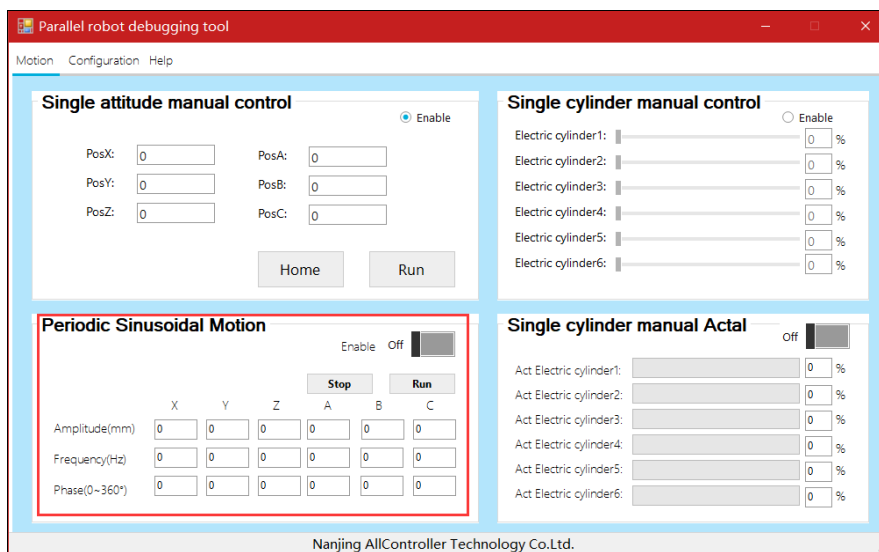

图 11 周期运动
4) 如图 11 所示, 在 Periodic Sinusoidal Motion (周期性正弦运动) 中输入对应位姿下的幅值, 频率和相位, 然后点击 Run, 就会将周期位姿正弦运动的幅值、频率和相位数据写入主站, 点击 Enable 按钮后平台先升至中位点, 然后开始周期运动, 在运动过程中点击 Stop 即可暂停平台, 点击 Run 继续运动, 再次点击 Enable 平台停止运动并返回零位。运动数据必须在平台回零时才能修改。测试参数范围如表 2 所示。